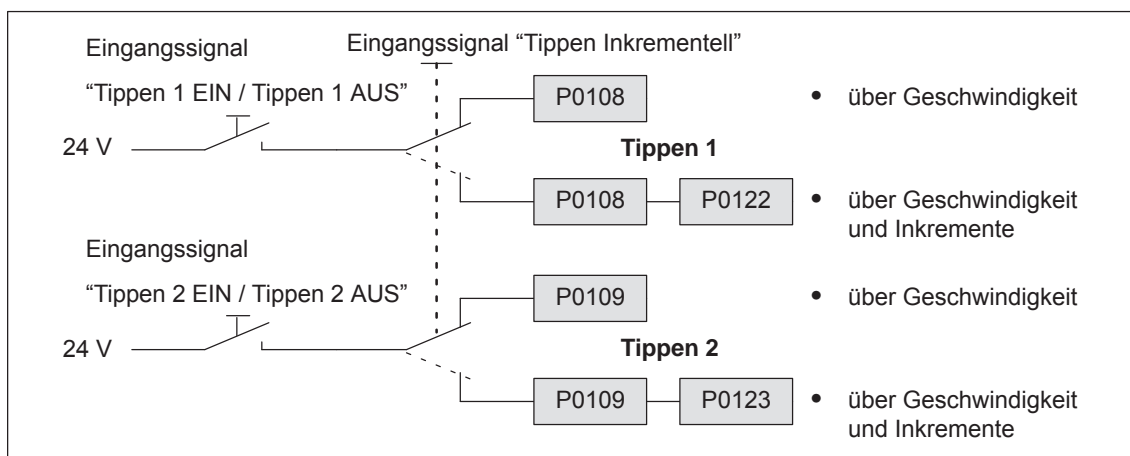

Bild 6-24 Tippen: Geschwindigkeit oder Inkrementell
**Tippbetrieb umschalten** Der Tippbetrieb kann über Eingangssignal "Tippen Inkrementell" wie folgt umgeschaltet werden (siehe Bild 6-24):